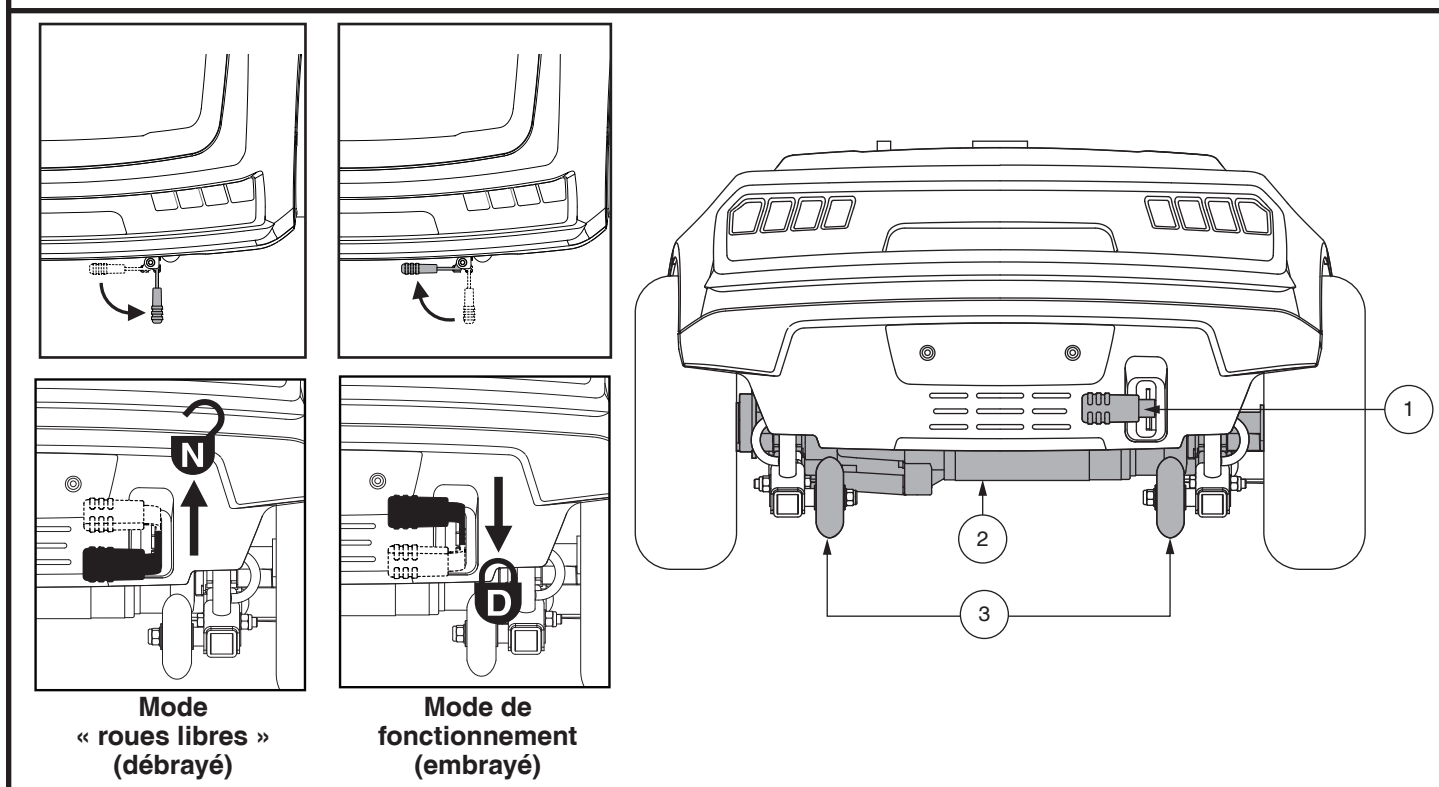

Figure 2. Section arrière
2. Retourner et étendre le levier de roue libre loin du scooter. **Voir la figure 2.**